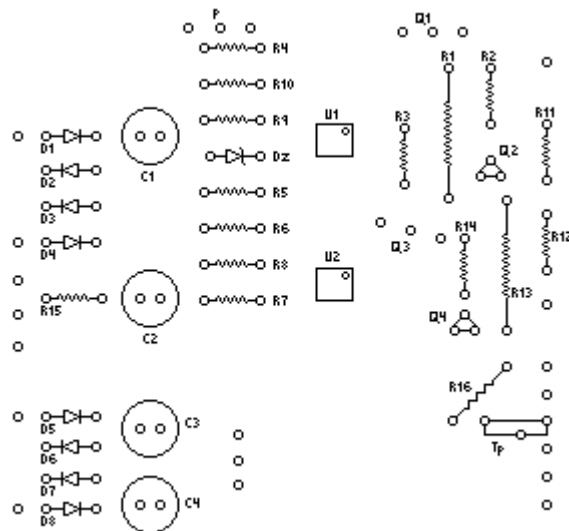

Figura 1 – Papel vegetal de Baixo: Localização dos PADs e desenho da projeção dos componentes na placa.
- Desenhe as "ilhas" ou "pads" (loais onde entrarão pontos de solda ou furos da placa onde estarão os "pés" dos componentes) e o desenho da projeção dos componentes no papel vegetal de Baixo (Figura 1);